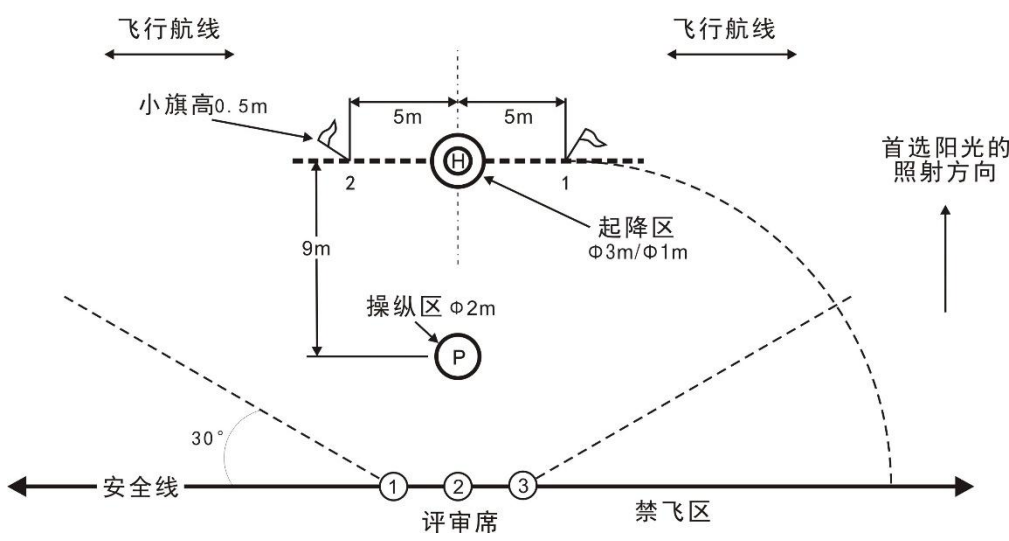

图 H.8 遥控模型直升机飞行（三）测试场地示意图
- H. 2. 1. 3. 5 测试场地操纵区、起降区、飞行区等尺寸见图 H. 8。